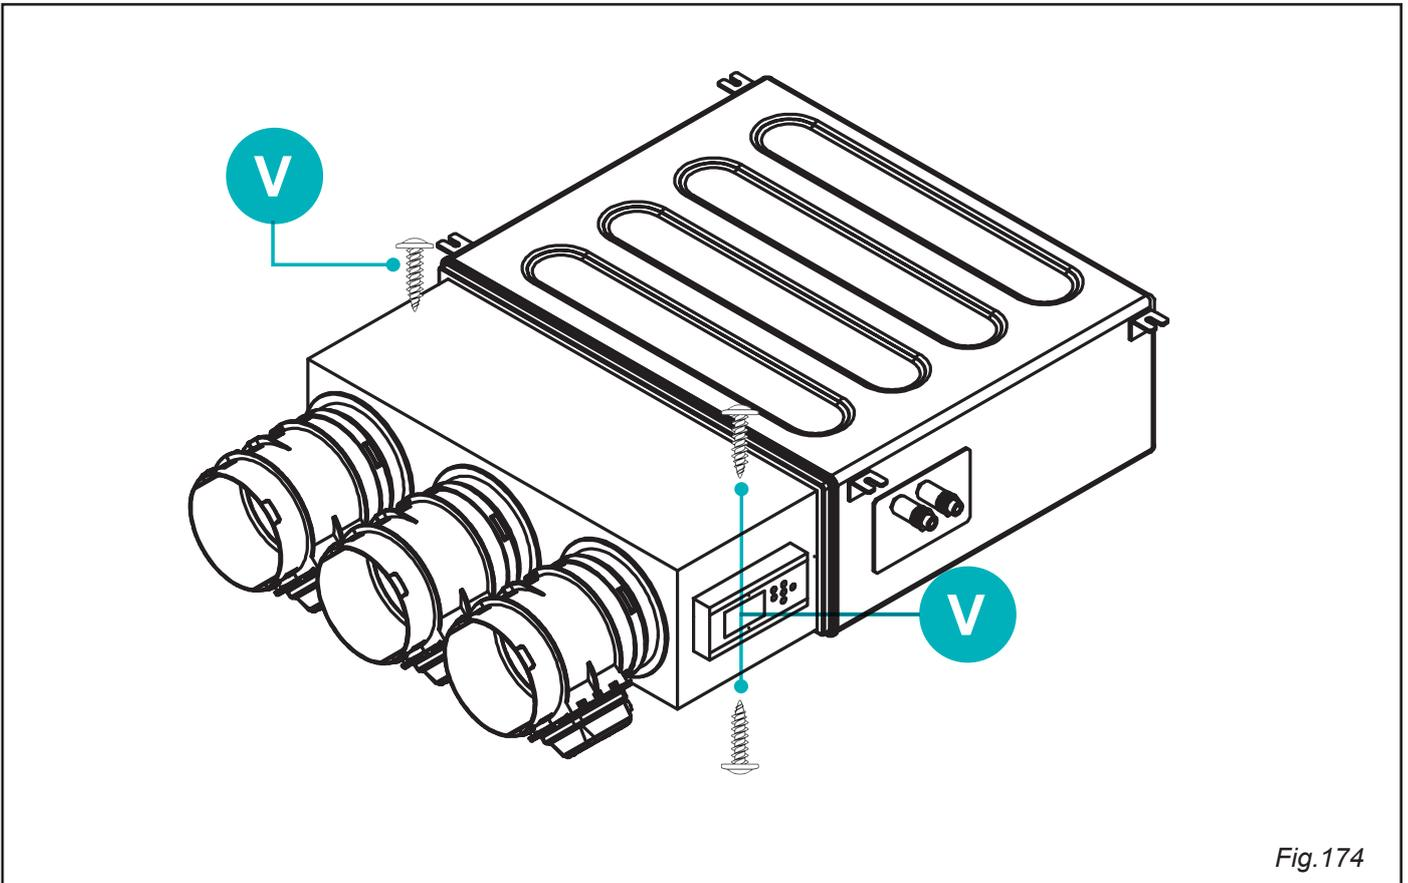

Fig.174
2. FISSARE IL PLENUM DEL PROAIR PACK **A** ALLA FLANGIA **D** DELL'UNITÀ CANALIZZATA **B** TRAMITE VITI AUTOFILETTANTI **V**. ASSICURARSI ALMENO IL FISSAGGIO DI DUE VITI NELLA PARTE SUPERIORE E DUE NELLA PARTE INFERIORE (Fig. 174 pag.52 / 53). SE L'UNITÀ CANALIZZATA È GIÀ INSTALLATA NEL CONTROSOFFITTO, FISSARE IL PLENUM TRAMITE LE QUATTRO VITI NEI LATI (DX / SX). (Fig. 175 pag. 53)